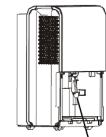

Abb. 12 Filter der Pumpen-
- Nehmen Sie den Behälter aus der Anlage, demontieren die Pumpe und reinigen den Filter der Pumpe (siehe Abb.12).